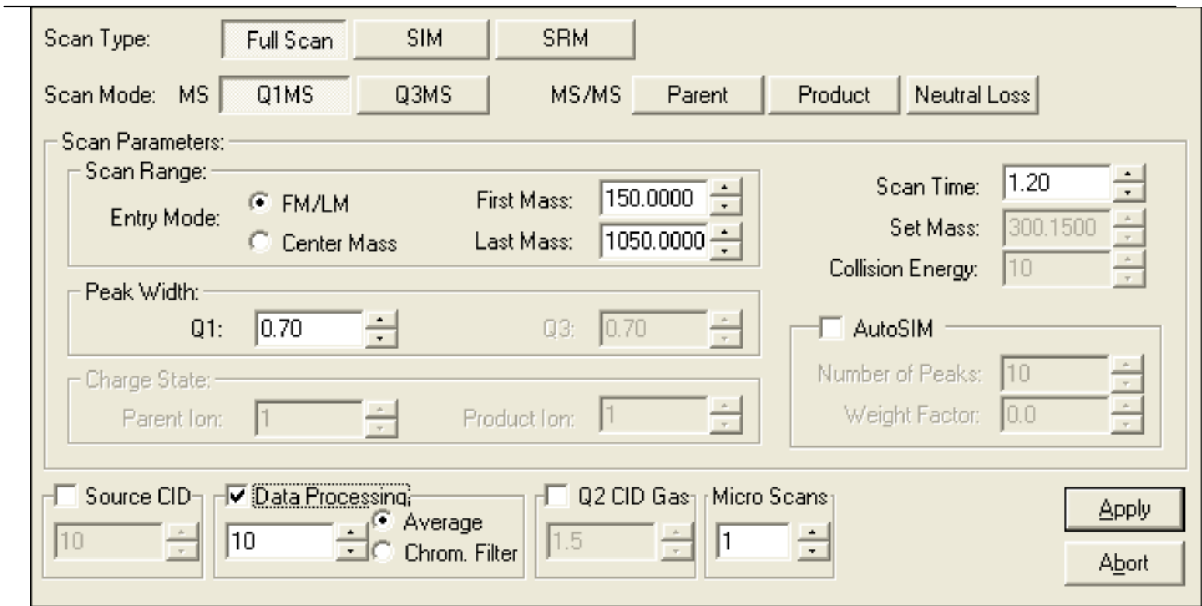

图3-10. 定义扫描视图，图中显示的是Q1MS扫描模式下检验质谱仪操作的典型设置
- a. 在Scan Parameters(扫描参数)群组框的Scan Range(扫描范围)群组框中，选择Entry Mode(输入模式)：FM/LM选项按钮。显示First Mass(起始质量数)和Last Mass(终止质量数)微调框。见图3-10。